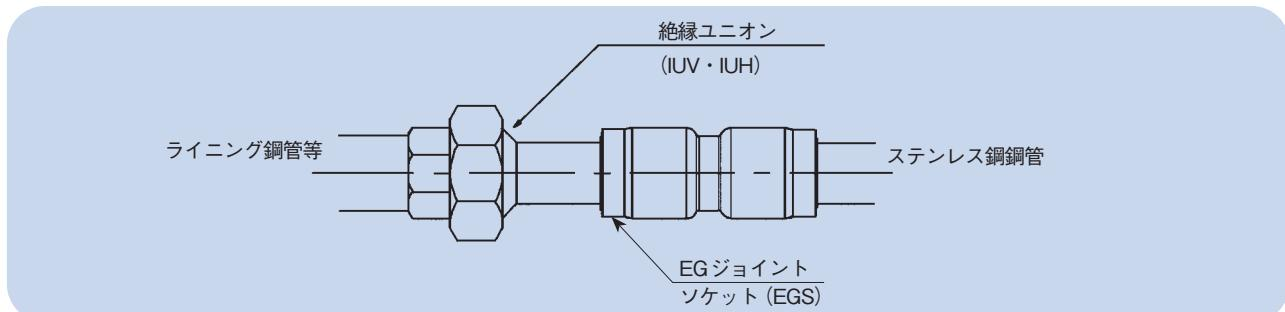

図3-5-2 絶縁ユニオンによる接合
- 小径の13～25Suに関しては、硬質塩化ビニルライニング钢管用及び耐熱性硬質塩化ビニルライニング钢管用の絶縁ユニオンをお使いください。ユニオンナットに絶縁座を設けてあります。(図3-5-2)